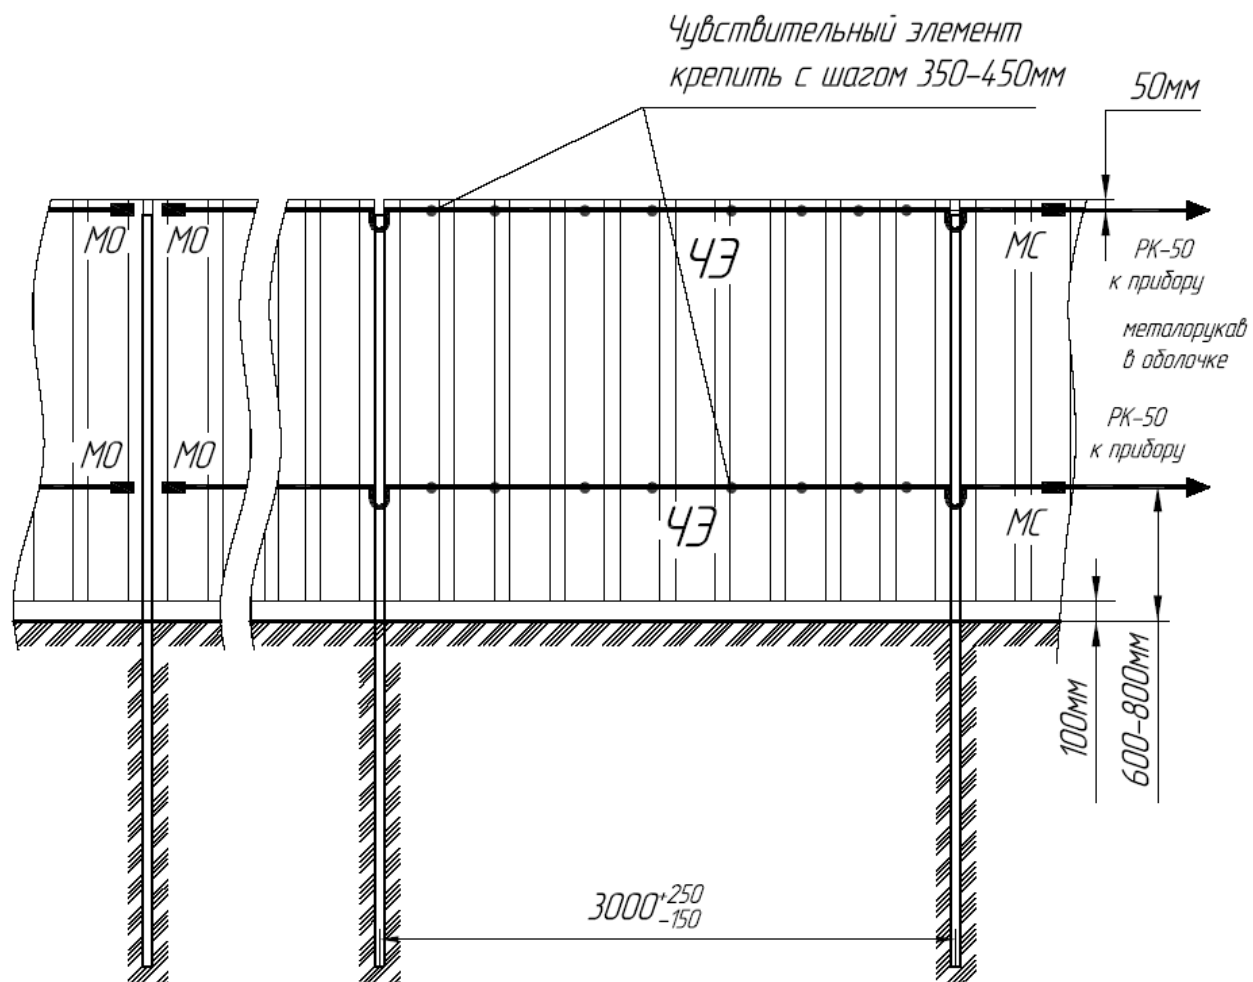

Рисунок 2.10 - Прокладка ЧЭ по заграждению из цельнометаллических и гофролистов
- цельнометаллических и гофролистов - ЧЭ прокладывают согласно схеме, при этом крепление ЧЭ производится скобами (рисунок 2.10).